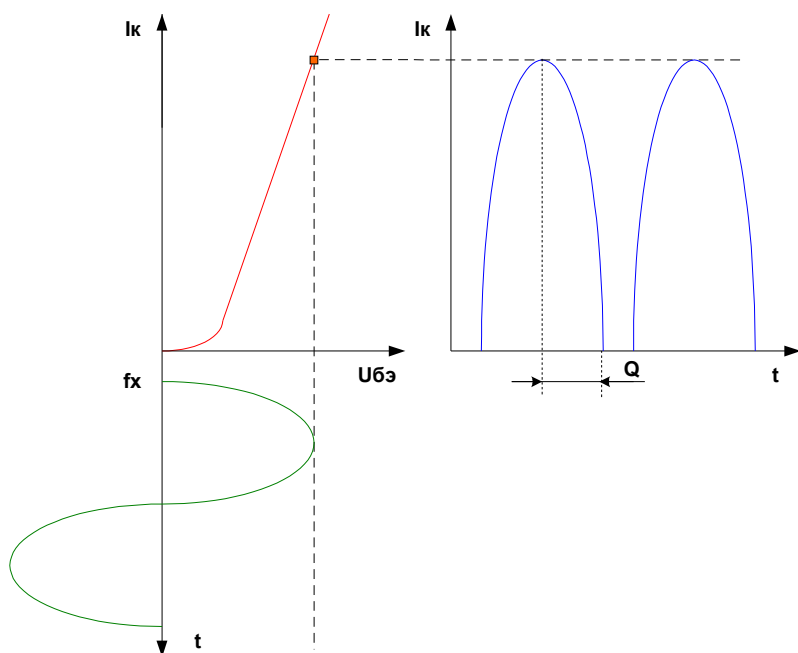

Рис. 237
**3) Режим работы класса В.** В режиме класса В рабочая точка выбирается таким образом, чтобы ток покоя был равен нулю (смотрите рисунок 237).